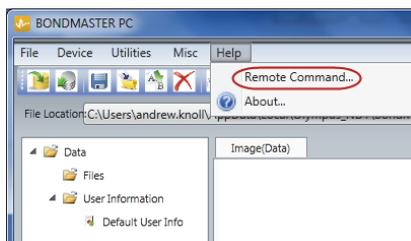

図 7-11 リモートコマンドの選択
- ◆ Help (ヘルプ) メニューで、Remote Command (リモートコマンド) を選択します (193 ページの図 7-11 参照)。